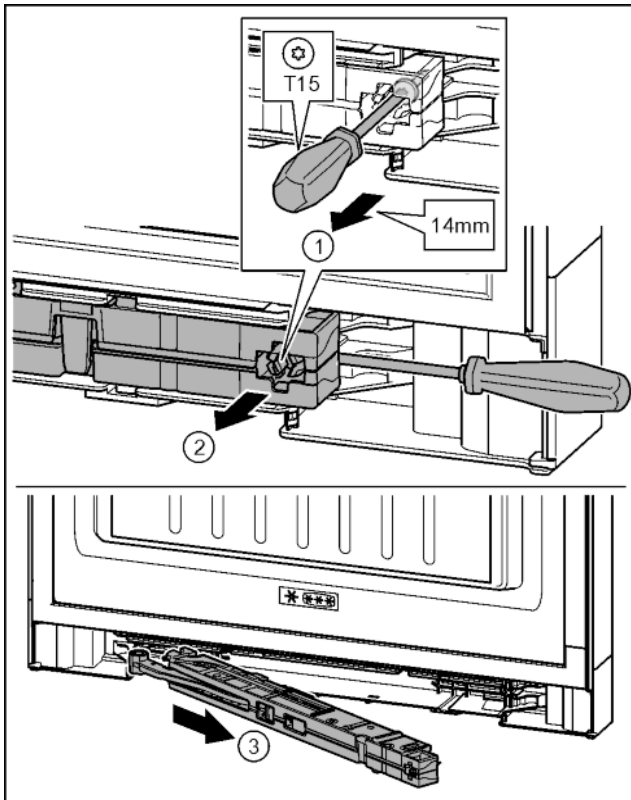

Fig. 19
- ▶ Desserrer la vis sur l'amortisseur de fermeture de 14 mm environ avec un tournevis T15. Fig. 19 (1)
- ▶ Accéder à la partie postérieure de l'amortisseur de fermeture du côté de la poignée avec un tournevis. Tourner l'unité vers l'avant. Fig. 19 (2)
- ▶ Extraire l'unité. Fig. 19 (3)